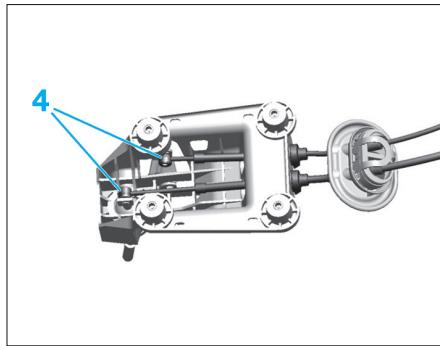

Fig. 15
- Dégager le joint d'étanchéité (2).
- Déposer les écrous (3).
- Déclipser les rotules (4) à l'aide de l'outil [1] (Fig.15).